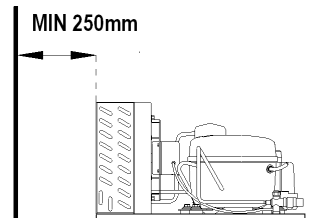

Fig.6.5
- Il condensatore deve distare almeno 250 mm. da una eventuale parete (**fig.6.5**).